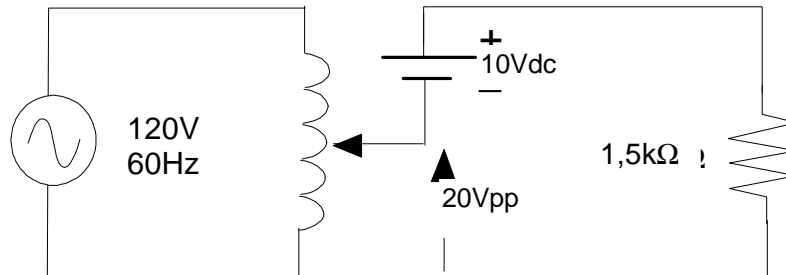

Figura 2.2
3. Para el circuito mostrado en la figura 2.2 calcular la tensión y corriente eficaces sobre la carga (resistencia de $1,5k\Omega$)
Para el circuito mostrado en la figura 2.2, medir el valor eficaz de la tensión en la carga con el instrumento con mecanismo de hierro móvil y con el instrumento electrónico (multímetro digital). Consulte al profesor ó preparador sobre la conexión del variac, no energice sin autorización. ¿Cual de estos dos instrumentos es el más apropiado para realizar la medición y por qué?